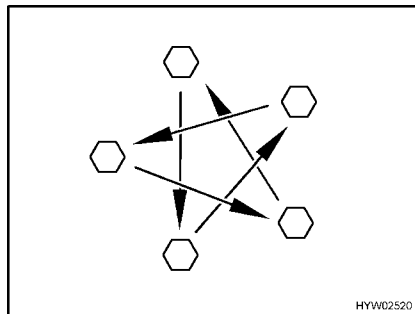

Bild 297 Dra åt hjulmuttrarna eller hjulbultarna korsvis
- Kontrollera regelbundet att hjulmuttrarna eller hjulbultarna är ordentligt åtdragna. Om du har bytt däck ska hjulmuttrarna eller hjulbultarna dras åt efter 5 mils körning (Bild 297). Åtdragningsmoment, se avsnitt 14.5.2.
- Då nya eller nylackerade fälgar används bör hjulmuttrarna eller hjulbultarna dras åt efter ca 100 till 500 mil (Bild 297).
- ▷ Dra åt hjulmuttrarna eller hjulbultarna korsvis (Bild 297).